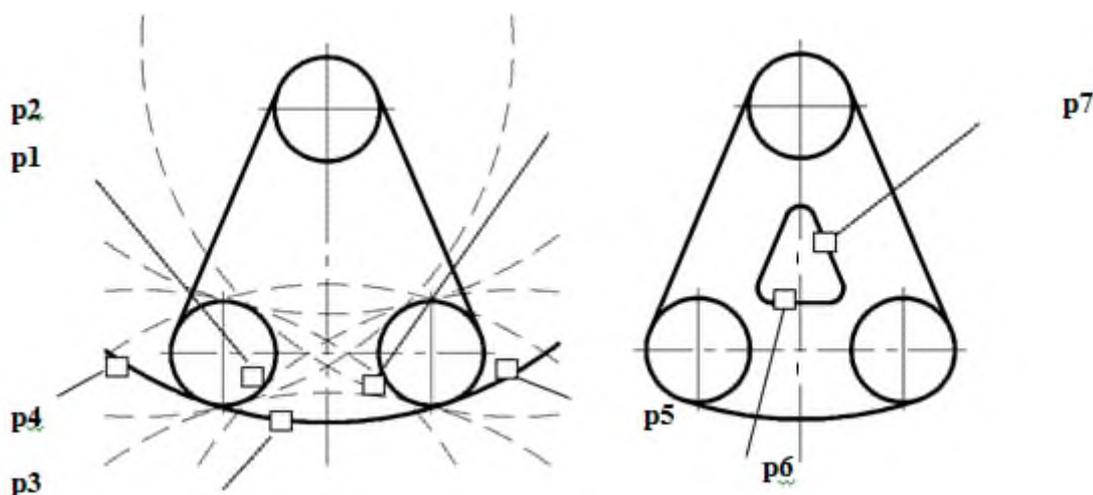

Рис. 2.2. Построение окружности касательной к двум окружностям и двум прямым.
2) указать графическим курсором произвольную точку (точка **p1**) на первой заданной окружности, с которой должна касаться искомая окружность (рис. 2.2а);
- указать курсором на графической зоне прямые, между которыми строится сопряжение (на рис. 2.2б это точки **p6** и **p7**);